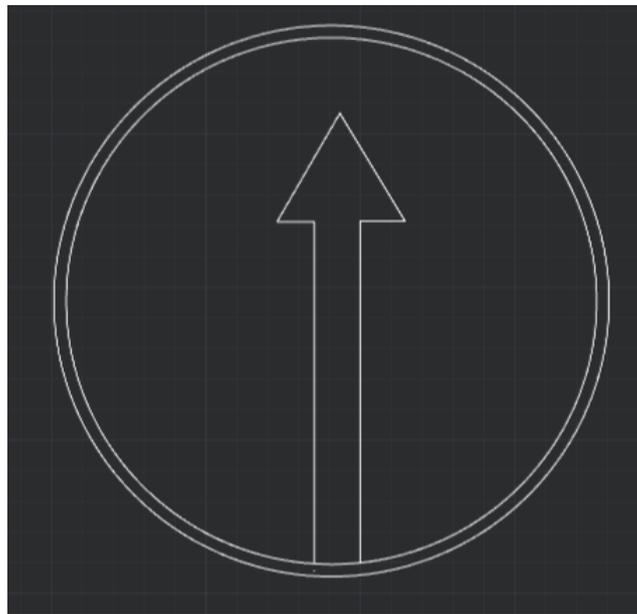

Рис. 3.55
7. Вычерчиваем стрелку. При соединении линии с окружностью, повторяем комбинацию операций из пункта 6. (рис. 3.55). Для удобства убираем в сторону растр.